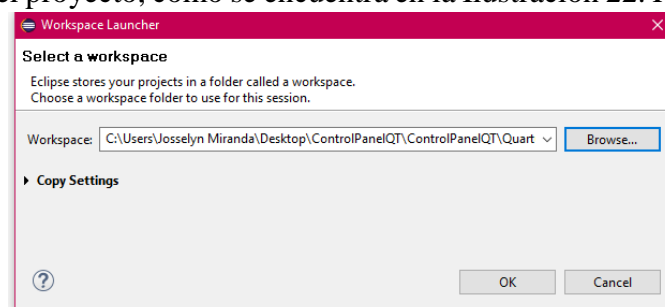

Ilustración 22 - Ubicación del proyecto en Eclipse
25. Lo primero que pedirá Eclipse será ubicar en donde va a estar alojado el proyecto que vayamos a crear, seleccione la carpeta *WORKSPACE* que se encuentra dentro de la carpeta del proyecto, como se encuentra en la Ilustración 22. Haga clic en OK.